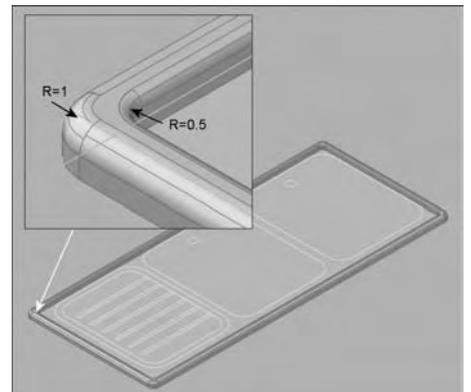

Fig.18.3
- 8 Faites de même pour le contour intérieur avec un rayon de 0,5 cm (fig.18.3).